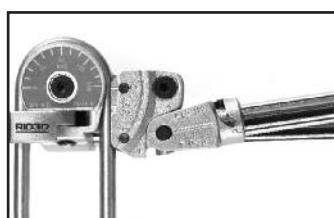

Figura 15
- Lleve el Brazo del Carril por alrededor del Formador hasta que la línea "0" en el Carril se ubique en frente del ángulo deseado (Figura 15). Los brazos no se cruzarán.